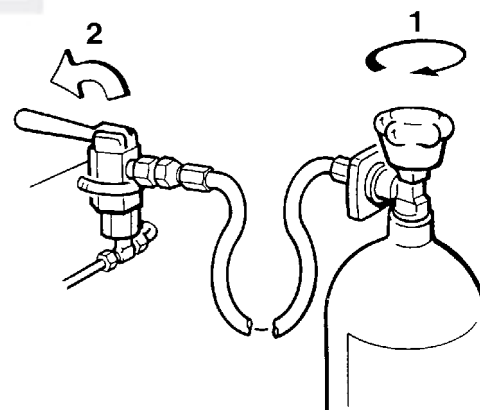

Рис. 22 Отсоединение баллонов сжатого воздуха
- При достижении конечного давления сначала закройте кран баллона (1, Рис. 22), потом заправочный клапан (2).